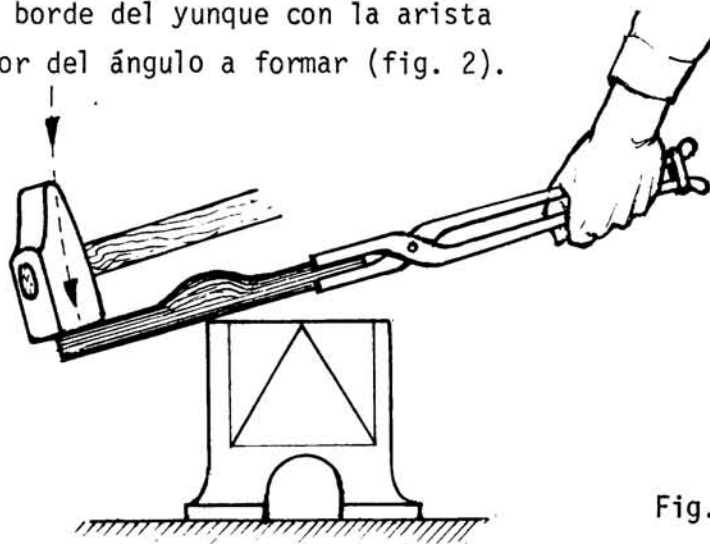

Fig. 2
- a Coloque la cara plana contra el borde del yunque. Haga coincidir el borde del yunque con la arista interior del ángulo a formar (fig. 2).